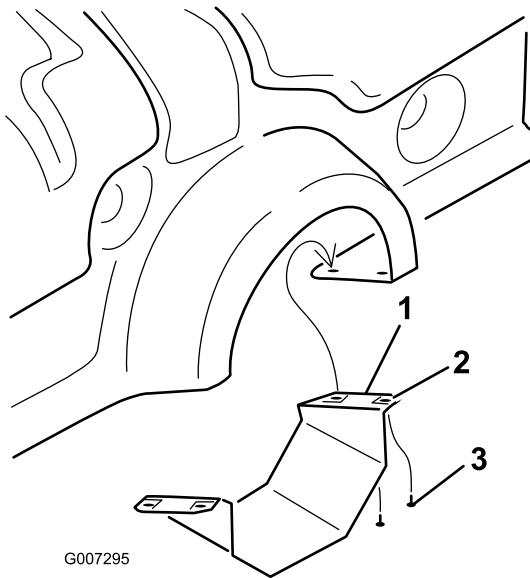

Bild 10
1. Nur ProCore 864: Nehmen Sie die untere Abdeckung der Zapfwelle ab (Bild 10).